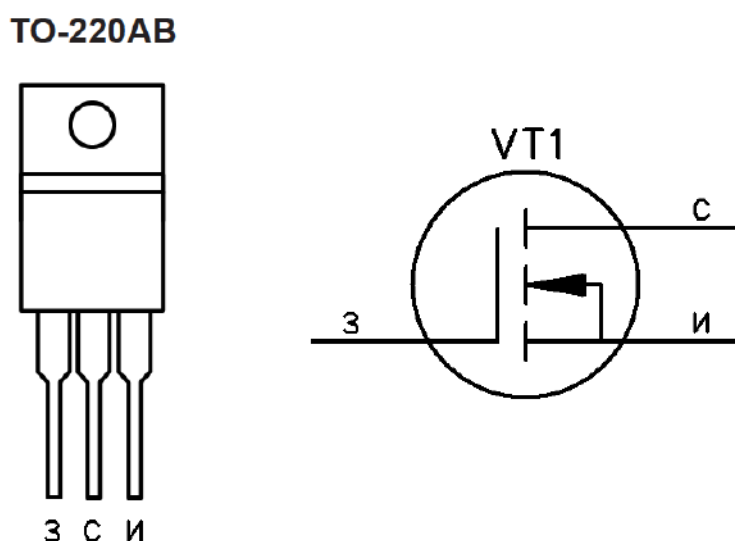

Рисунок 3 – Цоколёвка STP30NF10
- Цоколёвка транзистора **STP30NF10** по спецификации производителя представлена на рис. 3: